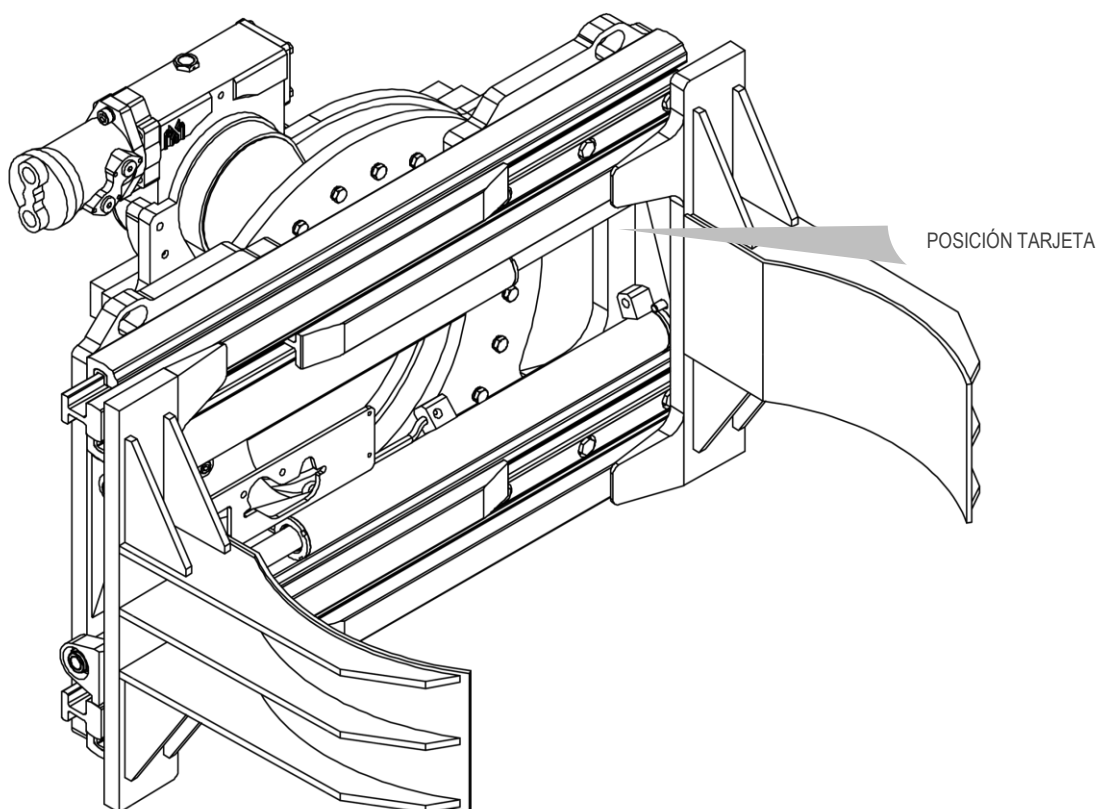

Figura 1
Todos los implementos A.T.I.B. – “PINZA ROTATORIA A 360° PARA UNO O DOS BIDONES TIPO 301.474.160 | PARA DOS O CAUTRO BIDONES TIPO 301.474.190” son identificados de una tarjeta adhesiva (mira *Tabla 1*) puesta sobre el implemento (mira *Figura 1*). Siempre referirse a la matricula.
5. Para la manipulación, utilice correas o cadenas del tamaño adecuado para el peso del implemento indicado en la tarjeta (mira *Figura 1* y *Tabla 1* a pag.6).
10. Conecte el circuito hidráulico; asegurándose de que la presión de trabajo de las tuberías sea superior o igual a la indicada en la tarjeta identificadora (mira Figura 1 y Tabla 1 a pag.6).
6. Para la manipulación, utilice correas o cadenas del tamaño adecuado para el peso del implemento indicado en la tarjeta (mira *Figura 1* Y *Tabla 1* a pag.6).